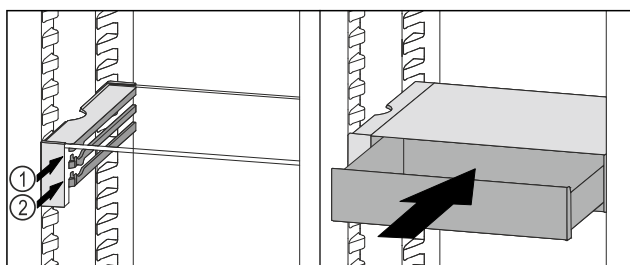

Fig. 117
- ▶ Установите выдвижной ящик VarioSafe за стопоры на требуемый выступ Fig. 117 (1) или Fig. 117 (2).